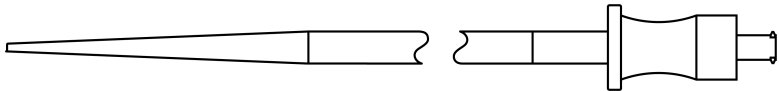

Abbildung 3: Dilatator
Das Edwards SAPIEN 3 pulmonale Applikationssystem (Abbildung 2) dient zur Platzierung der Bioprothese. Es besteht aus einer integrierten Einführschleuse, einem Ballonkatheter für die Freisetzung der Edwards SAPIEN 3 Transkatheter-Herzklappe sowie einem äußeren Schaft und einer Klappenkapsel, die die Transkatheter-Herzklappe während des Einführens und des Verfolgens bis zur beabsichtigten Freisetzungposition abdeckt. Das Applikationssystem verfügt über eine konische Spitze, um die Passage durch die Strukturen des rechten Herzens zu erleichtern. Die Klappenkapsel und die konische Spitze weisen eine hydrophile Beschichtung auf. Eine visuelle Markierung am Ballonschaft unterstützt das Einholen des Ballons. Im Führungsdrahtlumen des Applikationssystems befindet sich ein Mandrin. Mit dem hydrophil beschichteten Dilatator (28 F) (im Lieferumfang des Applikationssystems enthalten) kann das Gefäß ggf. vorgedehnt werden, bevor das Applikationssystem eingeführt wird (Abbildung 3).
- **Dilatator (Abbildung 3)**